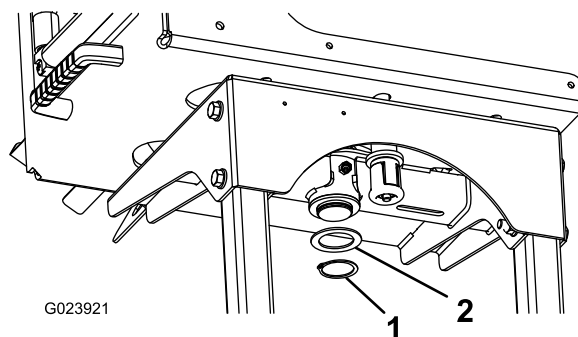

Figura 5
4. No lado inferior da estrutura da bobina da tubagem, instale a anilha de encosto e anel de retenção ao poste na placa articulada (Figura 5).